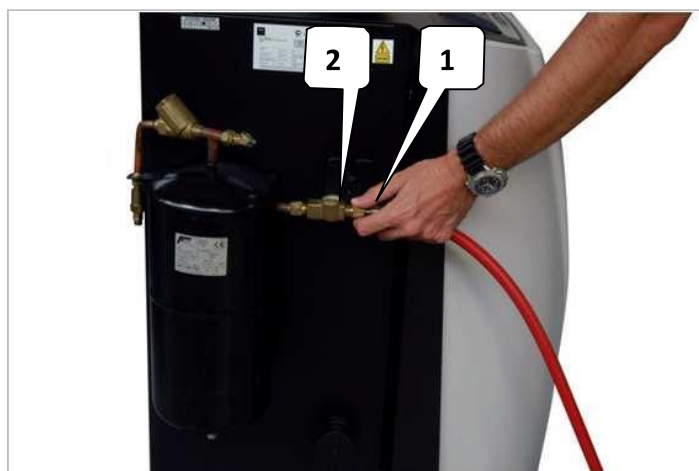

Рис. 4
- **Красный промывочный шланг (part no. 3900171)** должен быть подсоединен на вход промывочного баллона рис. 4